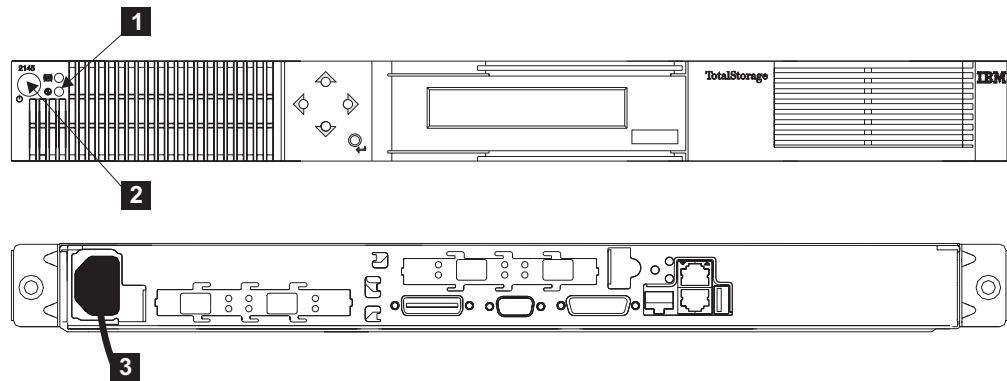

図 30. SAN ボリューム・コントローラーからの電源ケーブルの取り外し
1. SAN ボリューム・コントローラーの電源ライト **1** を調べます。ライトが点灯している場合は、ステップ 2 に進みます。ライトがオフまたは明滅のいずれかの場合は、電源は SAN ボリューム・コントローラーから除去されています。ステップ 4 (181 ページ) に進みます。図 30 を参照してください。